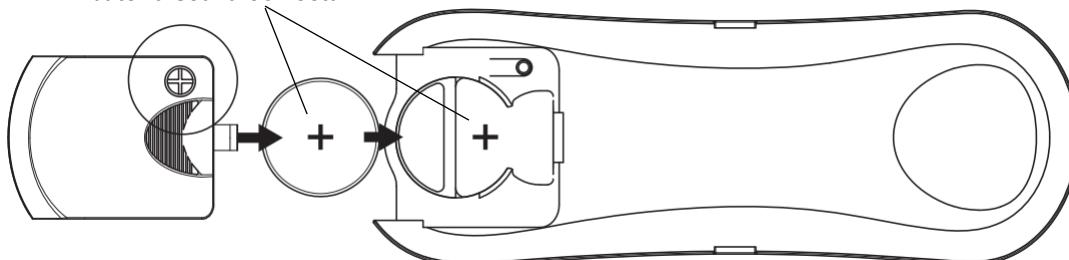

Fig. 15c
8. Instale una nueva batería CR2032 de 3V en el compartimiento. Asegúrese que la polaridad de la batería sea la correcta. (Fig. 15c)
- 10. Instale la batería en el control remoto. Asegúrese que la polaridad de la batería sea la correcta. (Fig. 15c)
- Presione y mantenga presionado el botón “” en el control remoto por 3-5 segundos en un plazo de 30 segundos después de conectar (ON) la corriente al receptor del ventilador de techo.